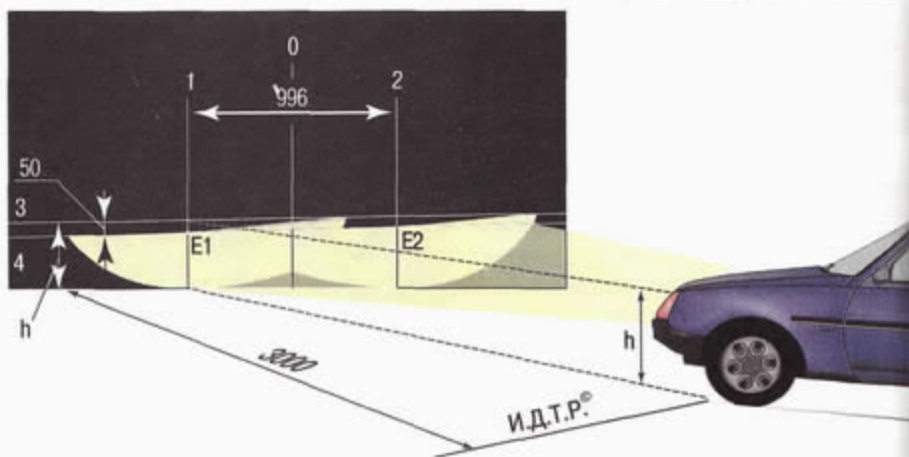

Рис. 4.3. Регулировка света фар
2. Установите автомобиль перпендикулярно гладкой стене (например, в гараже) на расстоянии 3 м. Положите на сиденье водителя дополнительный груз массой 75 кг. Разметьте на стене экран, как показано на рис. 4.3. Продольная плоскость симметрии автомобиля должна проходить по линии 0 на экране. Качните автомобиль сбоку, чтобы самоустановились пружины подвесок.